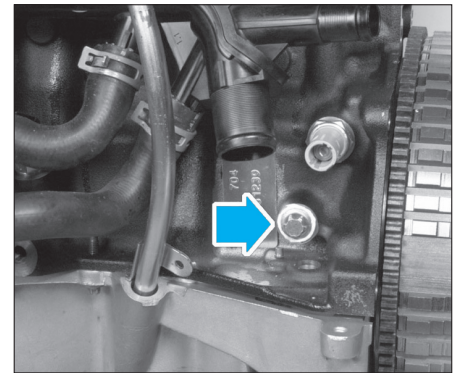

Fig. 15
- le bouchon de pignage du vilebrequin, situé dans le bas du bloc-cylindres (Fig.15).